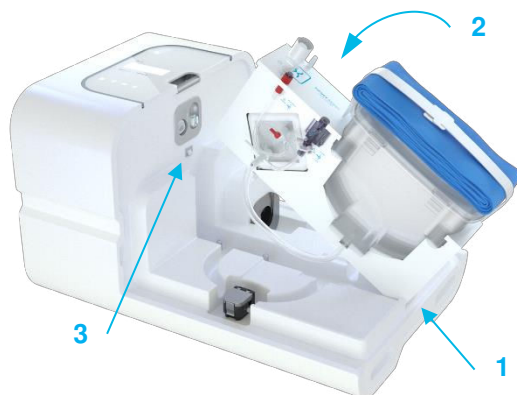

Figure 10 : Insertion de la cartouche.
- Positionnez la cartouche dans le dispositif Kidney Assist Transport comme illustré à la figure 10. Commencez par placer la cartouche dans la fente dédiée sur le côté du réservoir (1). Faites ensuite pivoter la cartouche (2) et fixez-la sous le clip en dessous du connecteur d'oxygène (3). Vérifiez que la tête de pompe, l'oxygénateur et le réservoir sont bien positionnés.